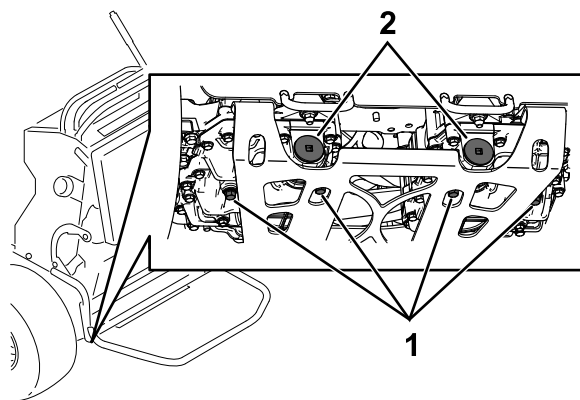

Рисунок 78
5. Найдите пробку сливного отверстия в нижней части каждой трансмиссии и установите сливной поддон под пробки (Рисунок 78).